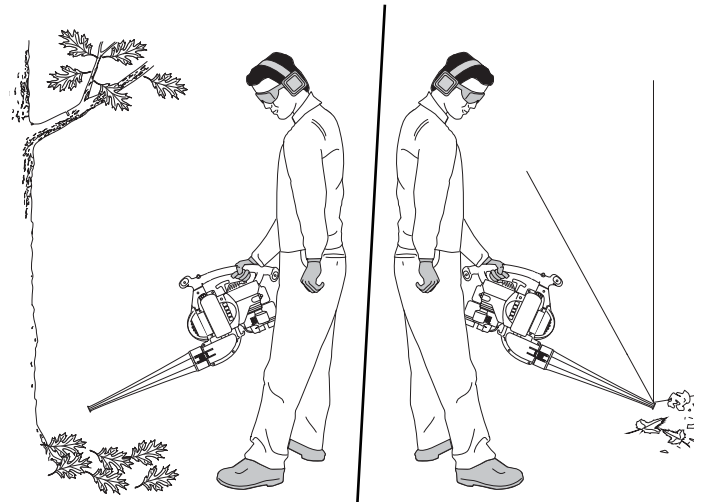

Fig. 14
- 1 Utiliser la souffleur pour le déblayage des arbres, buissons, massifs de fleurs et autres endroits difficiles à nettoyer (Fig. 14).
2. Utiliser l'outil pour le nettoyage des bâtiments et autres applications normales (Fig. 14).